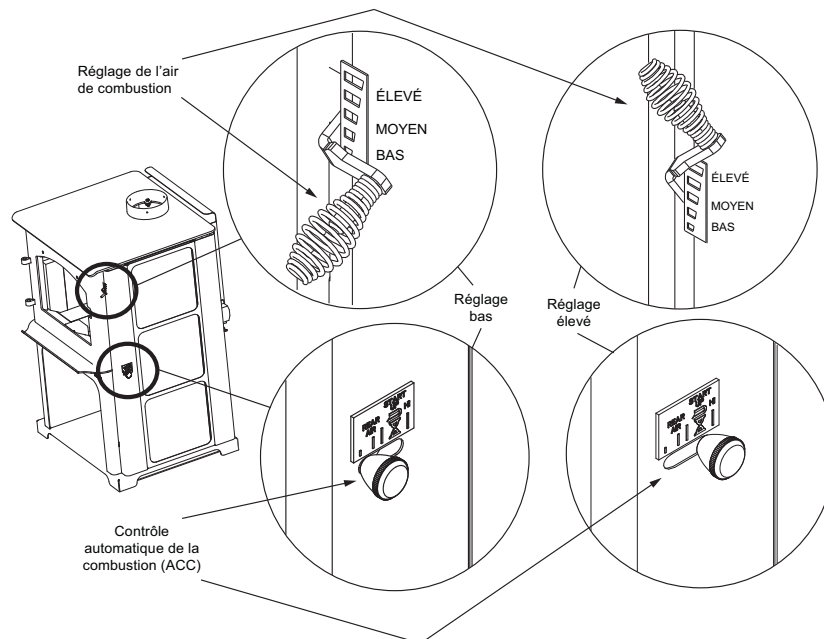

Figure 12.1
Ouvrez entièrement les systèmes de réglage de l'air de combustion et de l'ACC. Pour le réglage de l'air de combustion, poussez la poignée à ressort vers le haut. Pour le système de minuterie de l'ACC, poussez le bouton vers l'arrière de l'appareil jusqu'à ce qu'il soit situé sous la position élevée (Figure 12.1).
Afin de maximiser la sortie de chaleur par le système de minuterie ACC, aussi connu comme brûlage élevé, poussez le levier de commande de réglages de l'air de l'ACC vers l'arrière de l'appareil et laissez-le ainsi. Ceci, combiné avec le levier principal du taux de combustion poussé vers le haut, vous obtiendrez la plus grande quantité d'air nécessaire à obtenir la plus grande quantité de chaleur (Figure 12.1).
- Activez ensuite le système de minuterie ACC en poussant le bouton en position élevée, complètement vers l'arrière de l'appareil, puis ramenez-le vers l'avant de l'appareil jusqu'à ce que le bouton s'arrête (**Figure 12.1 à la page 12**).